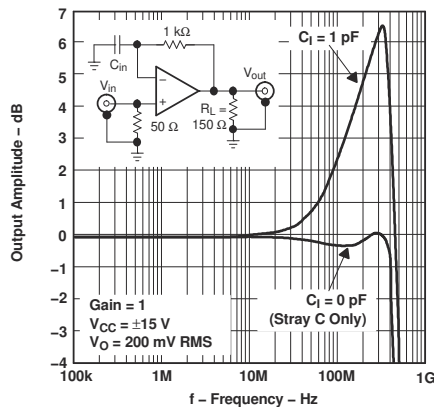
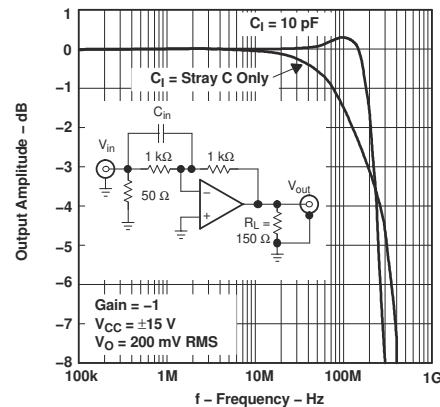

图 7-11. 输出幅度与频率间的关系
图 7-12. 输出幅度与频率间的关系
- 输入杂散电容：为了更大限度地减少放大器振荡的潜在问题，放大器反相输入端的电容必须保持最小。为此，连接到反相输入的 PCB 布线必须尽可能短，必须在连接到反相输入的任何蚀刻轨迹下移除接地平面，并且外部元件需要尽可能靠近反相输入放置。在同相配置中尤其如此。图 7-11 中显示了这方面的一个示例，其中展示了将  $1\text{pF}$  电容器添加到反相输入端子时会发生什么情况。带宽的增加以峰值为代价。这是因为有一些误差电流流经杂散电容器，而不是放大器的反相节点。不过，当该器件处于反相模式时，反相输入端的杂散电容产生的影响很小。这是因为反相节点位于虚拟接地端，并且电压波动幅度几乎不像在同相配置中那样大。这可以在图 7-12 中看到，其中  $10\text{pF}$  电容器仅增加  $0.35\text{dB}$  的峰值。通常，随着系统增益的增加，该电容产生的输出峰值会降低。虽然这最初看起来像是一个更快、更好的系统，但在快速瞬态条件下更有可能发生过冲和振铃。因此，需要对向反相输入节点添加电容器进行适当分析，以确保稳定运行。